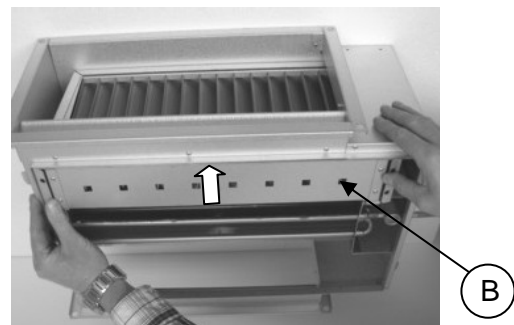
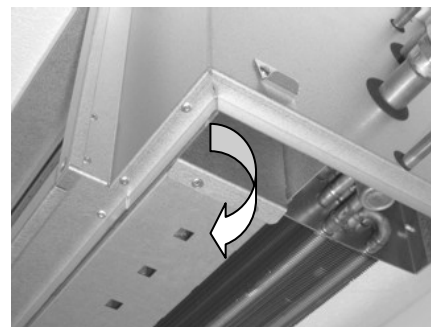

Abb. 4
Abb. 5
Den Tropfbehälter an der Unterseite entfernen. Tropfabscheider aufschieben, bis die Halterung ihn an Ort und Stelle fixiert, siehe Abb. 5. Beim Tropfabscheider genau darauf achten, dass der Pfeil (siehe Anweisung) im Verhältnis zur Luftströmung in die richtige Richtung zeigt und die Drainageöffnungen (B) nach unten zum Tropfbehälter zeigen (siehe Abb. 4).
Entfernen Sie den Tropfbehälter, indem Sie zuerst die Exzenterverschlüsse an der Vorderseite öffnen. Senken Sie den Tropfbehälter dann ca. 2 – 3 cm ab und schieben Sie ihn nach hinten, um den Verschlussmechanismus an der Rückseite zu lösen. Der Tropfbehälter hängt an einem Scharnier an der Rückseite, kann aber leicht herausgehoben werden, wenn man ihn ganz vom Kühler abmontieren möchte. Wenn ein Tropfabscheider montiert ist, die Halterung zur Seite schieben, siehe Abb. 4, und den Tropfabscheider zur Reinigung mittels